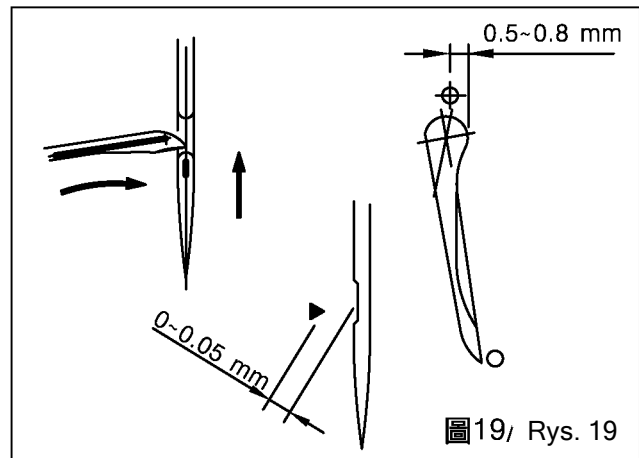

图19/ Rys. 19
2. Obrócić koło pasowe w celu podniesienia igły i przesunięcia chwytacza do przodu do lewej linii środkowej igły. (Rys. 19)